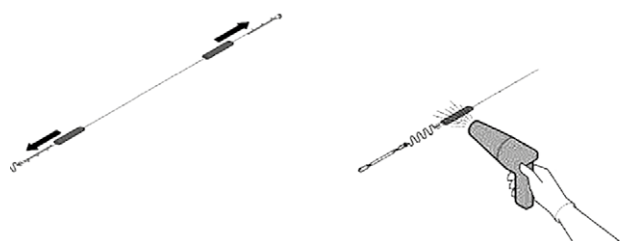

Figura 6.7 - Calentamiento de la vaina
9. Colocar la vaina termorretráctil de mayor diámetro en las cuatro abrazaderas y calentar hasta que se retraiga por completo (véase figura 6.7).